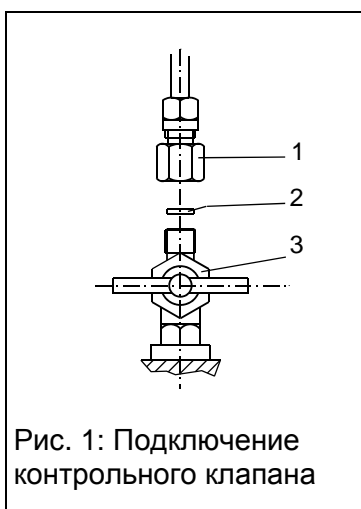

Рис. 1: Подключение
3. Монтаж (рис. 1, рис. 3)
Поставленное вместе с аппаратом навинчиваемое винтовое соединение (1) навинтить с использованием приложенного уплотнения (2) на контрольный клапан (3) газового реле (рис. 1). Трубопровод развернуть и один конец его присоединить посредством резьбового соединения с самонарезающим кольцом к газовому реле.